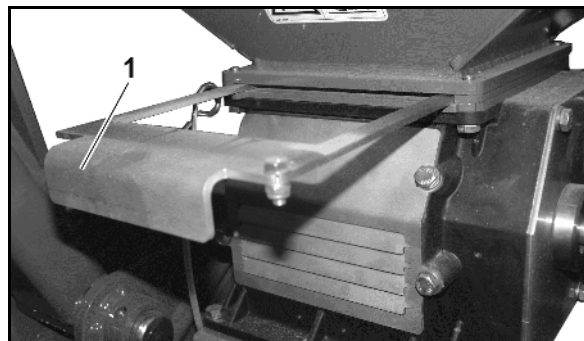

Рис. 109
2. Выньте заслонку (Рис. 109/1) и, таким образом, закройте отверстие бункера для посевного материала (см. на стр. 96).